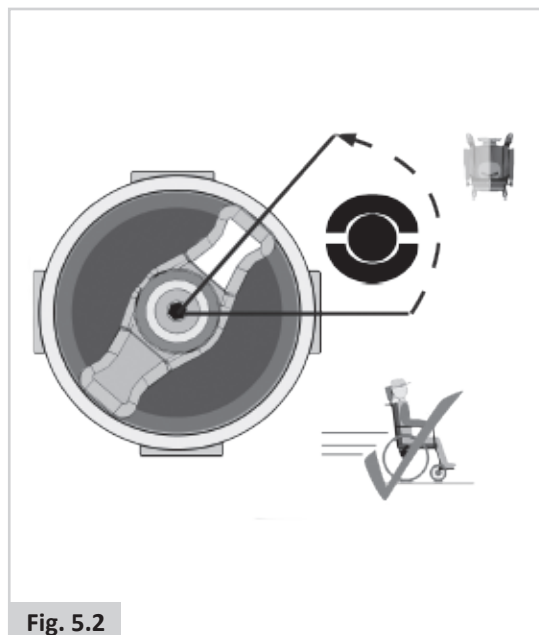

Fig. 5.2
1. Per guidare la carrozzina. (Fig. 5.2).